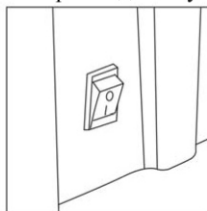

Рис. 3
- Установите выключатель в позицию (I) Рис. 3 и убедитесь, что вентилятор работает правильно.